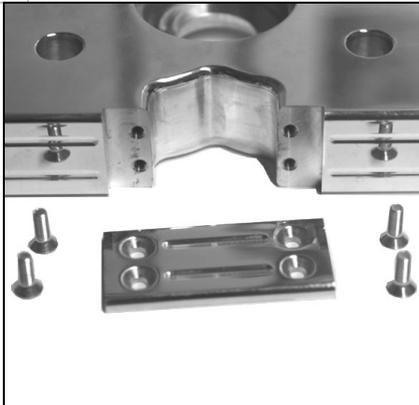

Abb. 1 Deckel Classic Style
- 12 – Deckel bei Classic (Ifd.22) abmont. und Kabel von Lenkamatur durchführen **siehe Abb.1.**